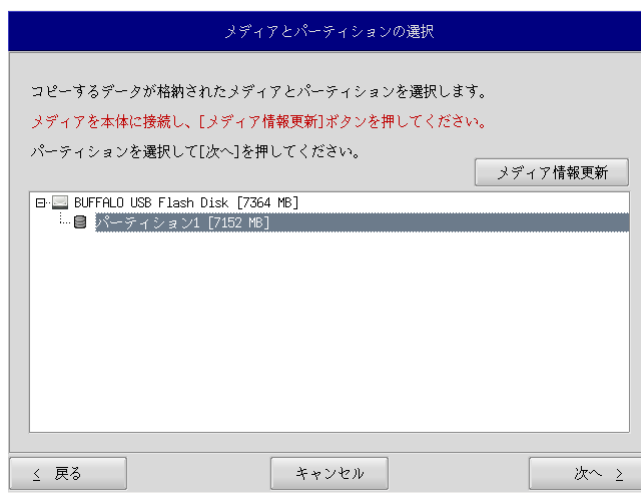

図 5-2-3. メディアとパーティション選択画面
- ⑦ メディアとパーティション選択画面(図 5-2-3)が表示されます。あらかじめ用意しておいたストレージメディアを本体に接続し、[メディア情報更新]ボタンを押してください。ストレージメディアのパーティションを選択し、[次へ]ボタンを押します。